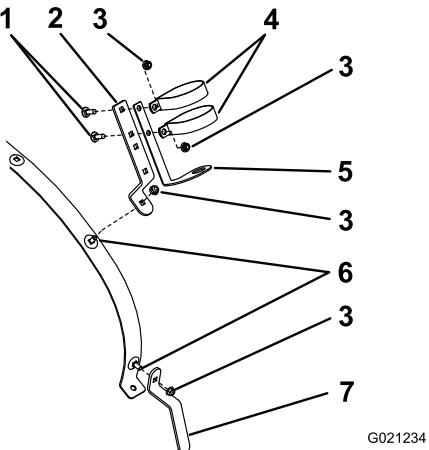

Figura 3
2. Montate il gancio inferiore del flessibile come illustrato in Figura 3, con un bullone a testa tonda (5/16 x 3/4 poll.) e un dado flangiato (5/16 poll.).
3. Montate il gancio superiore del flessibile come illustrato in Figura 3, con un bullone a testa tonda (5/16 x 3/4 poll.) e un dado flangiato (5/16 poll.).
4. Unite la staffa della pistola a spruzzo al gancio superiore del flessibile come illustrato in Figura 3.